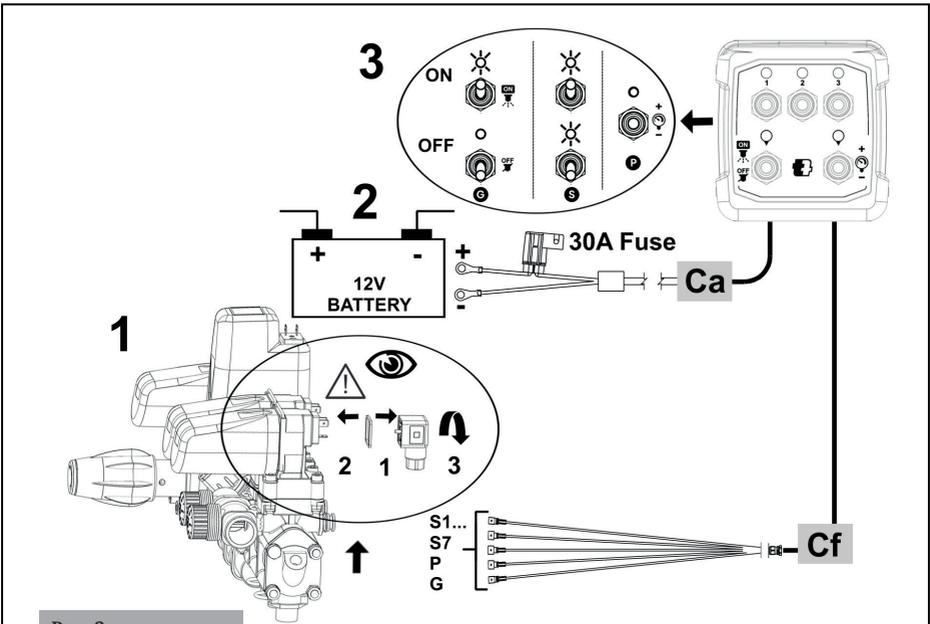

Рис. 2
### Подключение клапана (рис. 2)
3. Вставьте разъемы с резиновыми уплотнениями в соответствующие органы управления клапанами, соблюдая указанную последовательность (1, рис. 2).
Кабель питания - Са (рис. 2)
2. Поверните все секционные и главные выключатели вниз (**положение** OFF) (3, Рисунок 2);
3. Подключите клемму M8 красного провода (порт предохранителя 30А) к положительному полюсу "+", а черный провод - к отрицательному полюсу "-" аккумулятора (2, рис. 2).
## ОПЕРАЦИЯ (рис. 2, рис. 3 и табл. 1)
**Переключатели S1 - S7 :** Открывает или закрывает клапан соответствующей секции (3, Рисунок 2 и Таблица 1)
**Переключатель P :** Увеличивает или уменьшает давление регулятора. (3, рисунок 2 и таблица 1)
**Переключатель G :** (3, рис. 2 и табл. 1)